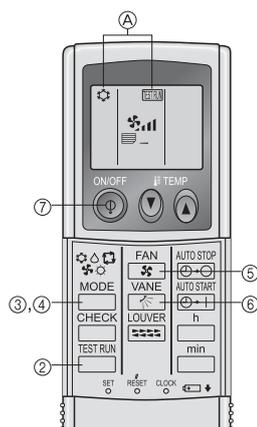

Fig. 7-7
7.2.2. Использование беспроводного пульта дистанционного управления (Fig. 7-7)
- ① Включите питание блока по крайней мере за 12 часов до начала испытаний.
- ② Дважды нажмите кнопку . (Начните данную операцию с выключенным дисплеем пульта дистанционного управления.)